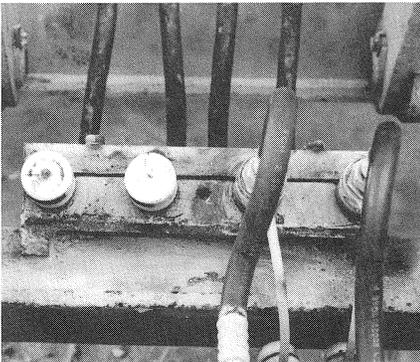

Bild 26
- Die nicht besetzten Schnellkupplungen müssen gegen Verschmutzung geschützt werden. Staubkappen aufschrauben (Bild 26).